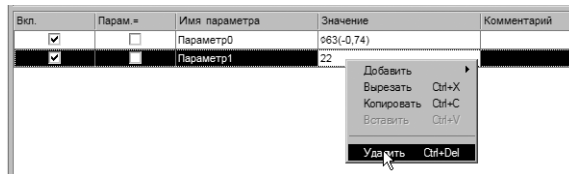

Рисунок 31
21. Любые размеры, заданные как параметры перехода, удаляются следующим образом – установите курсор на параметре, который требуется удалить, выберите в контекстном меню **Удалить** (рис.31).